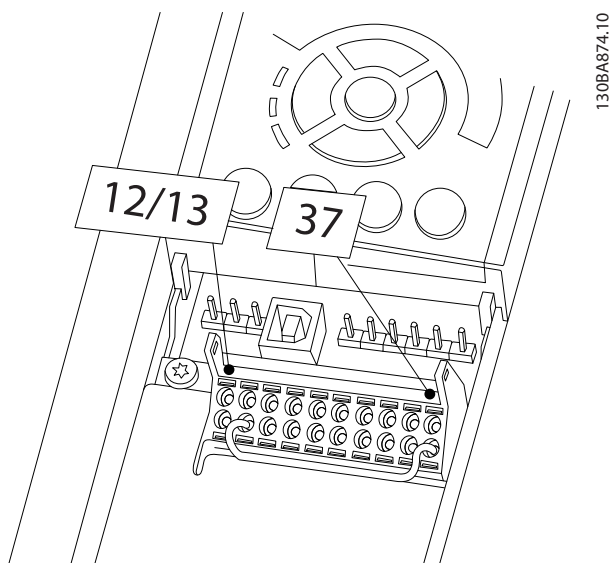

Bild 2.19 Bygel mellan plint 12/13 (24 V) och 37
1. Ta bort bygelledningen mellan styrplintar 37 och 12 eller 13. Det räcker inte att klippa eller bryta bygeln för att undvika kortslutning. (Se bygel på Bild 2.19.)
Om statusraden längst ned på LCP visar AUTO REMOTE COASTING eller larm 60 Externt stopp visas indikerar detta att enheten är klar för drift men saknar en ingång på plint 27. Mer information finns i Bild 2.19.